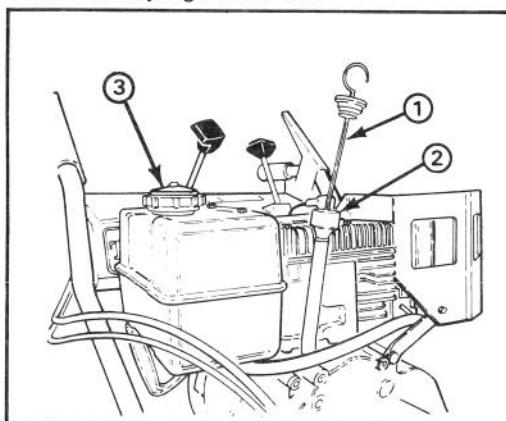

Figure 8
(fig. 8)
1. Nettoyez autour du bouchon du réservoir d'essence (Fig. 8). Retirez ce bouchon et remplissez la réservoir d'essence sans plomb en laissant un espace de 13 mm. Replacez le bouchon du réservoir.